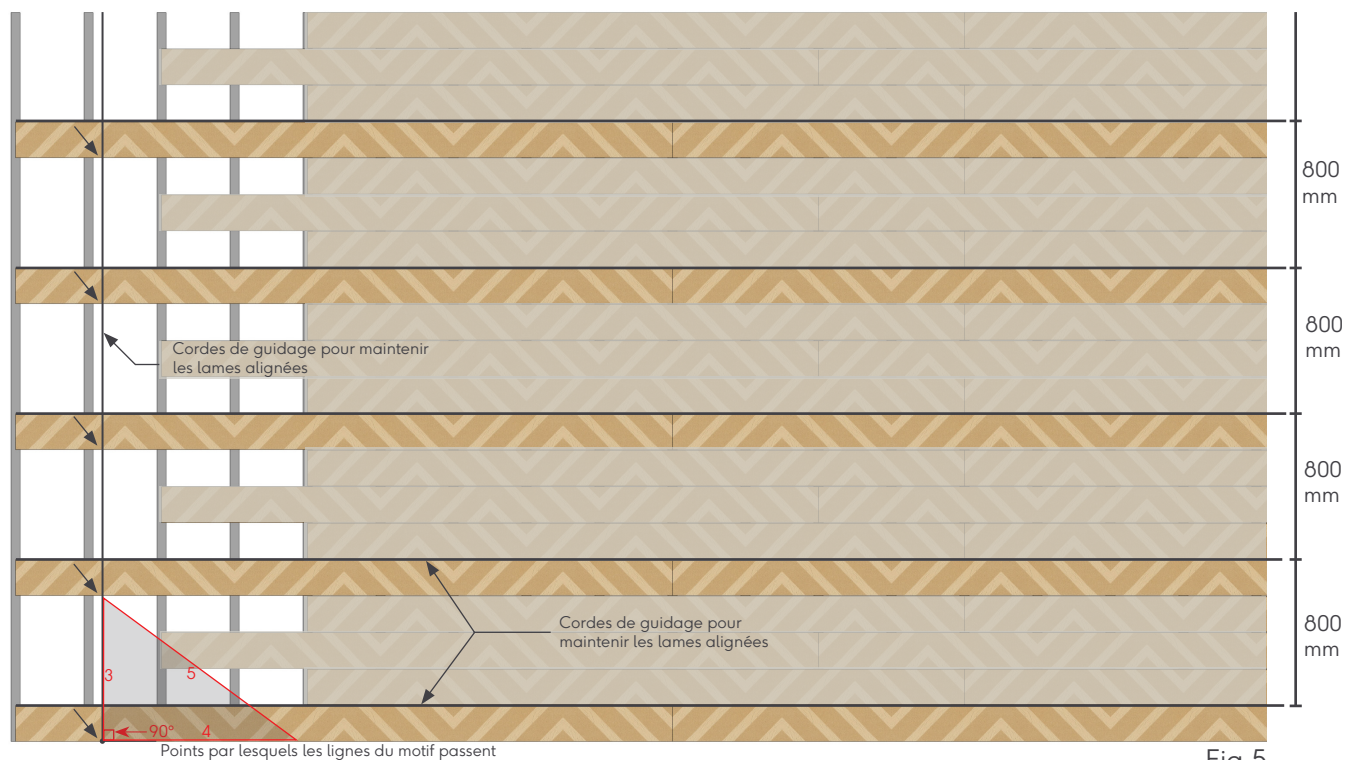

Fig.5
5. Pour garantir que le motif reste aligné, installez un autre cordeau de guidage exactement à 90° par rapport aux lames (cela se fait simplement en utilisant le principe du triangle 3-4-5). Celle-ci doit être positionnée à un point du motif qui s'aligne avec les autres points du motif. Un exemple est illustré ci-dessous (Fig.5).